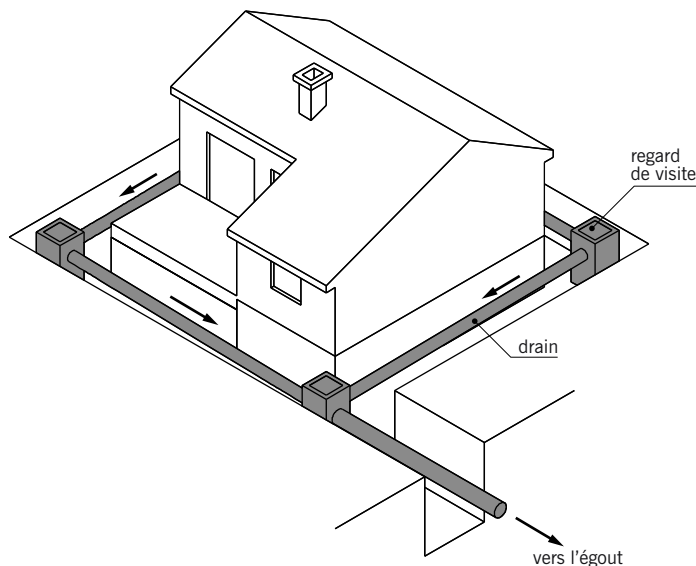
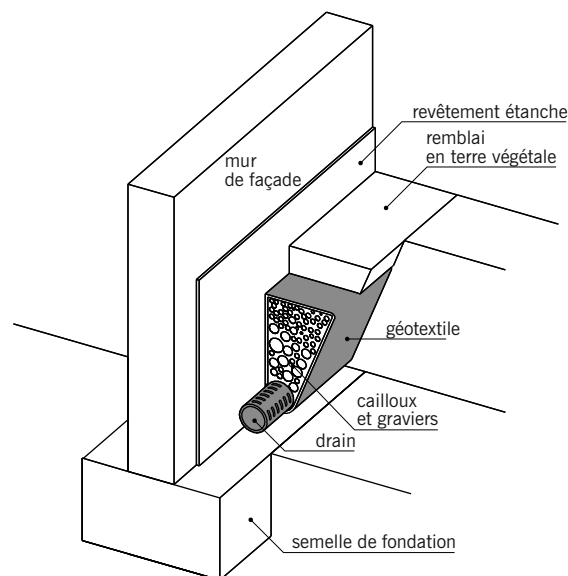

fig. 2.14
fig. 2.15
■ Le **drainage** : ensemble des ouvrages qui collectent et évacuent les eaux de ruissellement et les eaux souterraines. Ils sont situés à proximité des fondations d'une habitation ou d'un mur de soutènement (fig. 2.14). Un tel dispositif, qui est à prévoir lorsque le bâtiment ou l'ouvrage est fondé sur des couches de terrains imperméables ou peu perméables, comprend généralement les éléments suivants (fig. 2.15) :